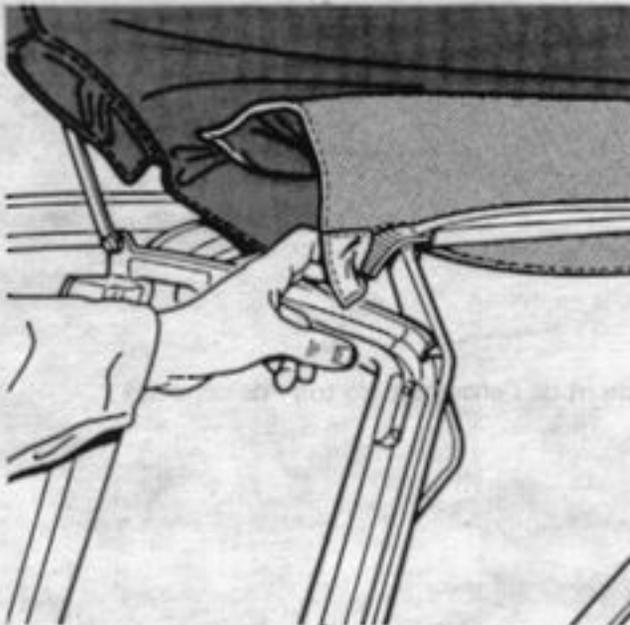

Figure 28 A 4905
- Dégager la doublure de chaque extrémité du 3ème arceau, (figure 28)